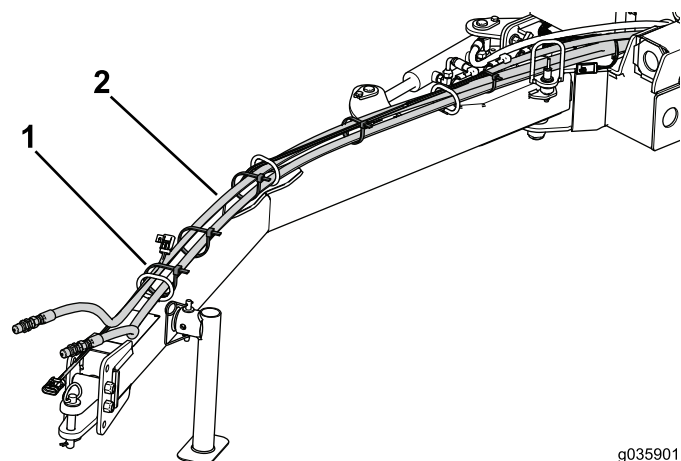

Figura 25
8. Utilice bridas para sujetar el arnés de cables a las mangueras hidráulicas (Figura 25).